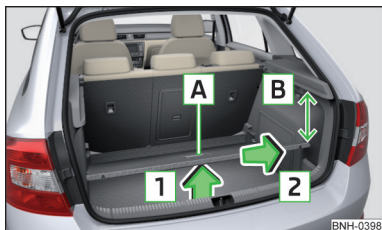

Fig. 94
- Agarrar el suelo de carga variable por el agarradero **A** » fig. 94.
- Al extraer o introducir el suelo de carga variable, respetar la distancia de 15 cm **B** » fig. 94 por debajo de la cubierta del maletero. Existe peligro de dañar la junta de la tapa del maletero.